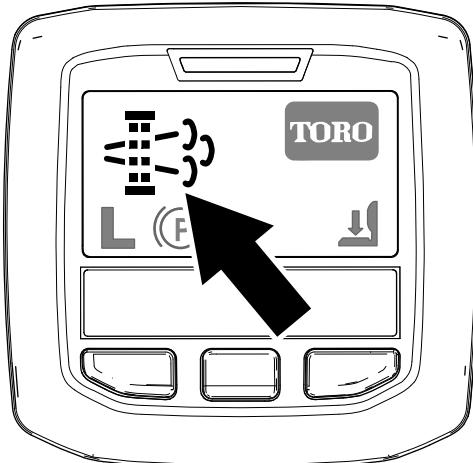

図 26
- インフォセンターに、駐車再生要求アイコンが表示されます 図 26。